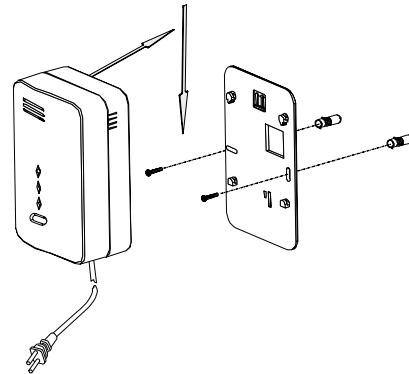

Fig. 2
3. Use una broca de 5mm (3/16 inch) para taladrar dos agujeros en las marcas e inserte los tacos (Fig. 2).
5. Alinee la ranura lateral del soporte y el detector. Empuje el detector sobre el soporte de montaje y fíjelo (vea la dirección de la flecha, Fig. 2). Tire del detector hacia fuera para asegurarse que está bien sujeto al soporte de montaje.